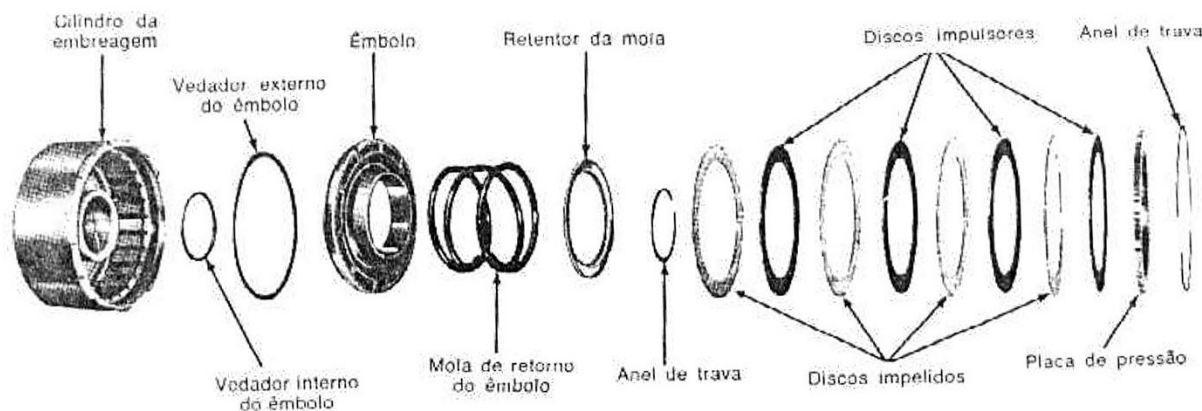

fig. 74 — embreagem de marcha-à-ré e alta desmontada - típica
2. Remover a placa de pressão e os discos impulsos e impelidos da embreagem (fig. 74). Se os discos de composite da embreagem forem reapro-
6. Remover o vedador externo do êmbolo, do sulco no diâmetro externo do mesmo, e o vedador interno do êmbolo, do cubo do cilindro da embreagem (fig. 74).
4. Quando são usados discos de composite novos, deixá-los ficar imersos em fluido para transmissão, durante quinze minutos antes da instalação. Instalar os discos alternadamente, começando com um disco de aço, e em seguida, com um disco de composite (fig. 74). O último disco a ser instalado é a placa de pressão. Quanto ao número correto de discos de embreagem necessários para cada modelo de transmissão, consultar a parte de especificações.
5. Instalar o anel de trava do disco de pressão (fig. 74). Certificar-se de que o anel de trava ficou bem assentado na sua ranhura no cubo da embreagem.